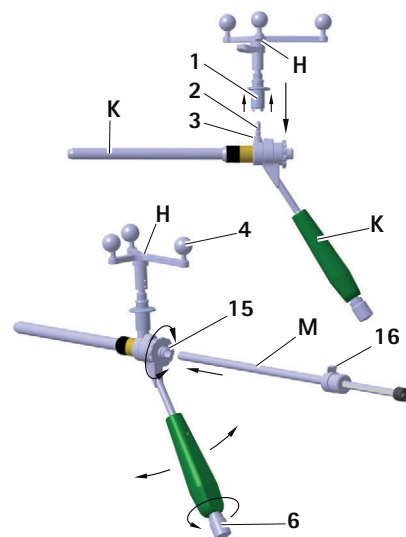

Рис. 13 Установка звездообразного блока Aescular на направляющую втулку S⁴C. Введение втулки для сверления S⁴C
- Для беспрепятственной визуализации камерой отражающих маркерных шариков, ослабить круглую ручку **6** на рукоятке **S⁴C** направляющей втулки **S⁴C К** и повернуть звездообразный блок Aescular **H** в нужное положение, см. Рис. 13.
- Надеть внутреннюю втулку для сверления **М** на внутреннюю втулку **15**. Внутренняя направляющая втулка входит в зацепление с внутренней направляющей, и ее все еще можно поворачивать, см. Рис. 13.